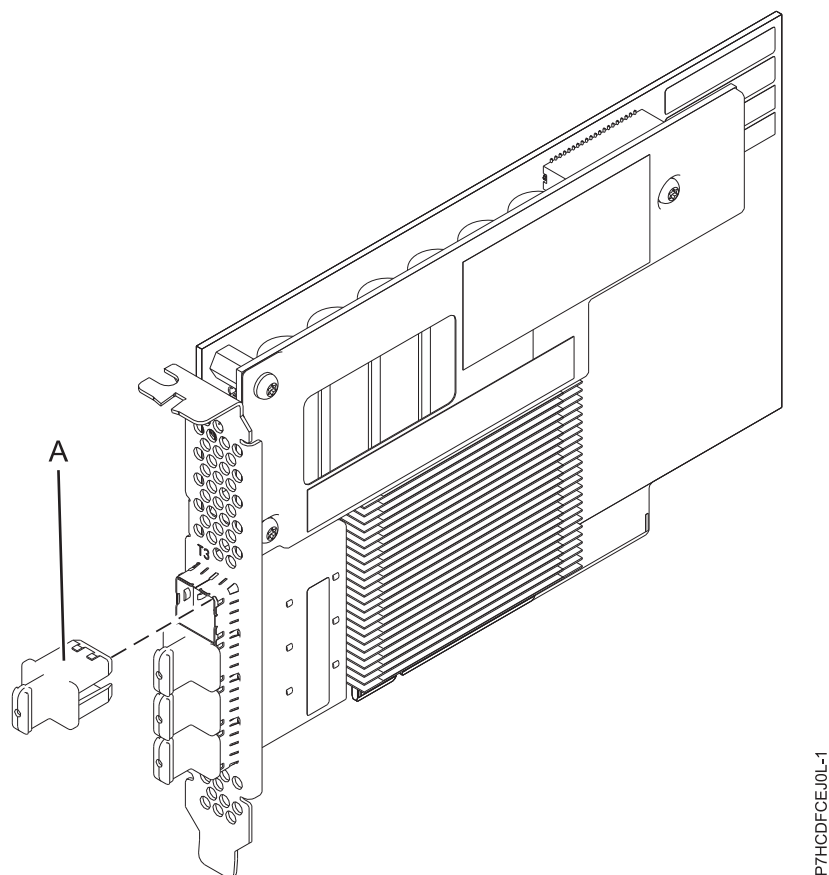

図 18. PCIe3 12 GB キャッシュ RAID SAS 6 Gb アダプター
59 ページの図 18 は、PCIe3 12 GB キャッシュ RAID SAS クワッド・ポート 6 Gb アダプターを示しています。コネクタ・プラグ (A) は、空白ポートに取り付けて、隣接したポート・コネクタのケーブルが差し込まれたり取り外されたりした場合のそのポートの損傷を防ぎます。
FC EJ0L は、シングル幅、フルハイトの short アダプターです。図 18 は、FC EJ0L アダプターを示しています。すべての FC EJ0L は、SAS RAID アダプターとペアになっているこのサーバーまたは別のサーバー上に、別の FC EJ0L を必要とし、キャッシュ機能およびその他のマルチニシエーター高可用性 (デュアル・ストレージ IOA) 機能を使用できるようにします。